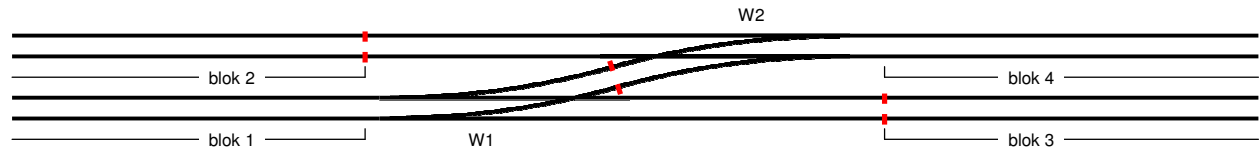

Fig 2: Wissels koppelen aan een aangrenzend blok
1. Als je rijdt met "volledige detectie", dat wil zeggen als alle wielstellen stroom afnemen, dan kan je software, als deze dat ondersteunt, "zien" in welk blok en welke sectie iets aanwezig is. Zo kan je software bijvoorbeeld "zien" dat een wisselstraat volledig vrij is voordat deze gereserveerd wordt voor een nieuwe trein. In dat geval is het van belang dat "volledig vrij" ook in de praktijk echt zo is en niet dat er nog een stukje trein over de wissel steekt. Houd daarom altijd enige afstand tussen de blokscheiding en de aangrenzende wissel, zoals ook te zien is in fig 2. De plaats waar in het echte spoorbedrijf de "vrijbalk" zou liggen is een goede plek voor de blokscheiding. Ook als je niet rijdt met volledige detectie of als je software dat niet ondersteunt is het handig bovenstaande stelregel aan te houden. Wat nu nog niet zo is kan nog komen. Het aanpassen van wensen en software is meestal vrij gemakkelijk te doen, het later aanpassen van je spoorbaan kan een stuk lastiger zijn.